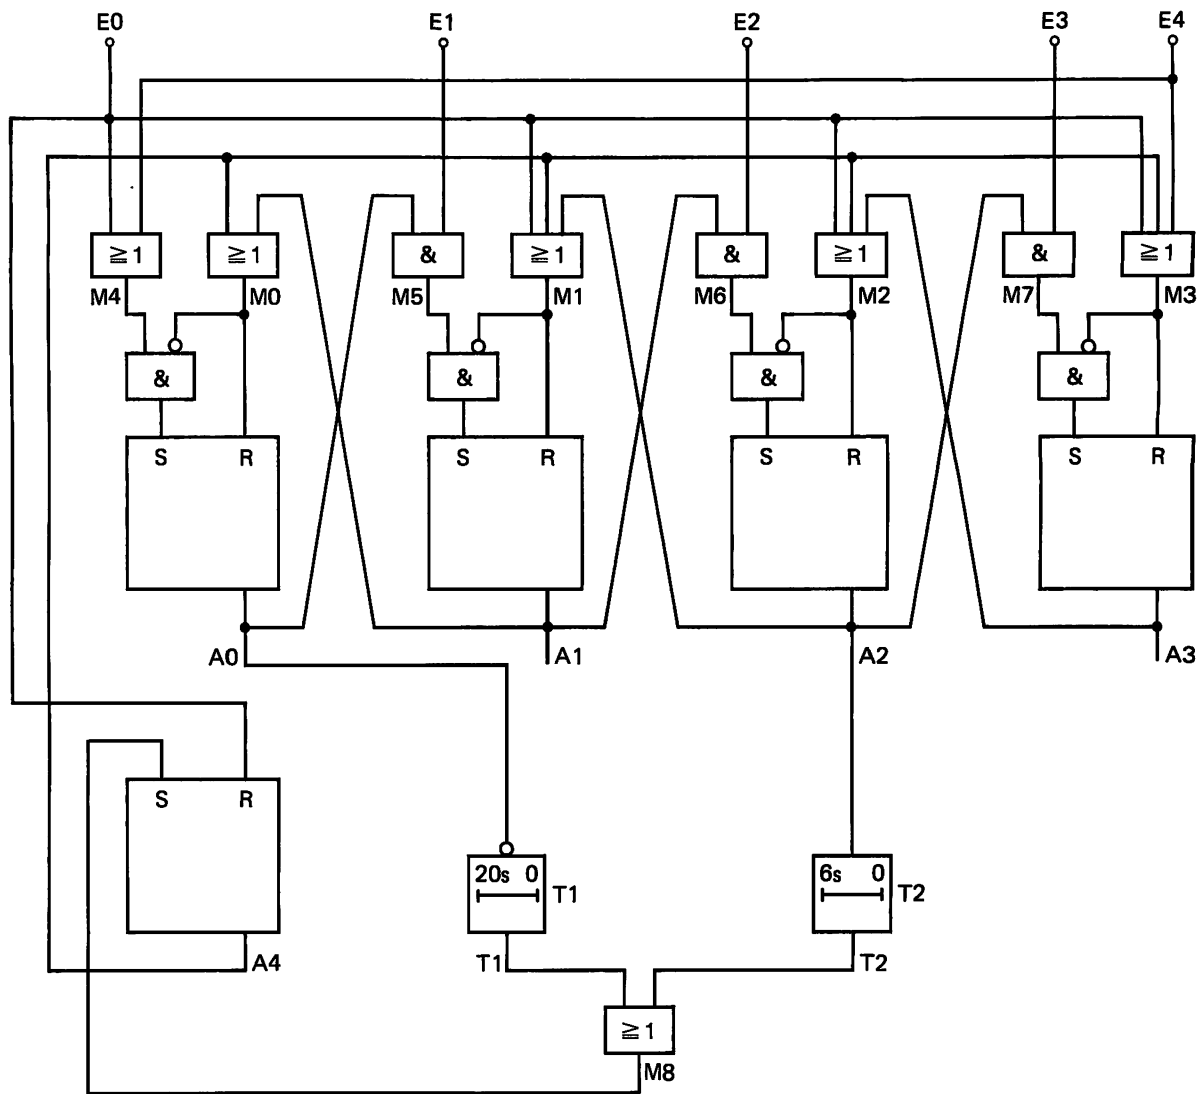

Bild F66.1
Eine Ablaufsteuerung mit Überwachung der Durchlaufzeit soll entworfen werden. In der Ablaufsteuerung, deren FUP Bild F66.1 wiedergibt, wird überwacht, ob die vorgegebene Zeit für den Durchlauf von Schritt 1 bis Schritt 3 (entspricht t_1 von Timer T1) sowie für die Dauer des 1-Zustands von Schritt 2 (t_2 von Timer T2) nicht über-
- a) Programmieren Sie die Ablaufsteuerung. Benutzen Sie, soweit erforderlich, die in Bild F66.1 angegebenen Operanden und Zeiten. Der Programmaufbau sollte nach dem Schema von Tabelle F67.1 erfolgen.